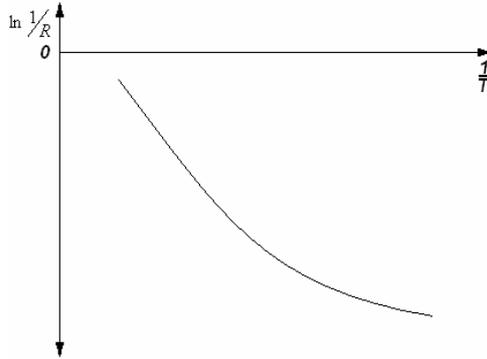
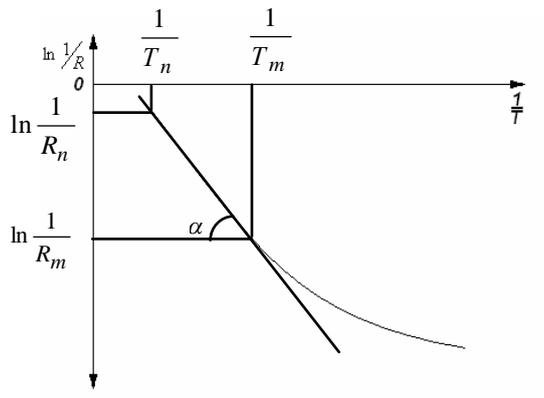

Рис. 3
Рис. 4
На рис. 3 правая часть кривой соответствует примесной проводимости (при низких температурах), определяемой по формуле (4), а левая часть графика – собственной проводимости полупроводника и истощению примесей (при более высоких температурах), что описывается формулой (3).
13. Вычислить величину запрещенной зоны, пользуясь рис. 4. По данным измерений построить для полупроводника зависимость логарифма $\ln \frac{1}{R}$ от величины $\frac{1}{T}$, где T – абсолютная температура. Полученная кривая будет иметь вид, указанный на рис. 3.
Из рис. 3 видно, что тангенс угла наклона линейной части кривой к оси абсцисс выражается $\operatorname{tg} \alpha = \frac{\Delta W}{2k}$, откуда ширина запрещенной зоны: $\Delta W = 2k \cdot \operatorname{tg} \alpha$. Для нахождения $\operatorname{tg} \alpha$ воспользуемся рис. 4.
8. Почему для определения величины запрещенной зоны по кривой (рис. 3) используется линейная часть кривой?